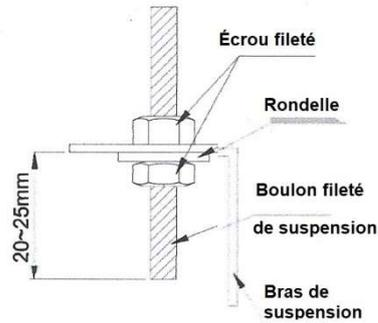

Fig 4.9
(2) Placez le bras de suspension sur le boulon fileté de suspension (Voir la figure 4.9).